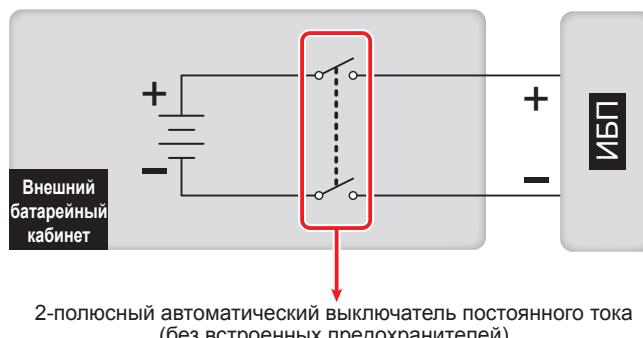
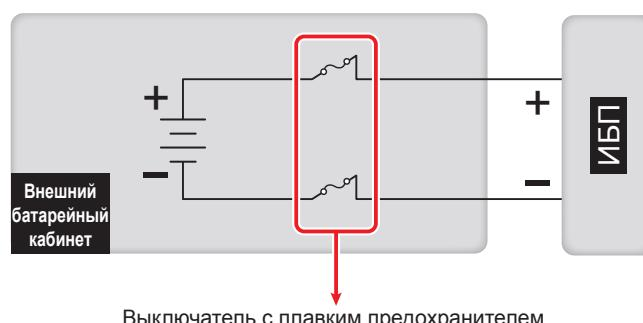

Рис. 6-19. Установка 2-полюсного автоматического выключателя постоянного тока (без встроенных предохранителей)
Рис. 6-20. Установка выключателя с плавким предохранителем
- Необходимо использовать 2-полюсный автоматический выключатель (без встроенных предохранителей). На один полюс разрешается подавать постоянное напряжение 250 В, на два последовательно включённых полюса – 500 В При установке 2-полюсного автоматического выключателя постоянного тока или выключателя с плавким предохранителем между ИБП и внешним батарейным кабинетом руководствуйтесь *Рис. 6-19* или *Рис. 6-20*.